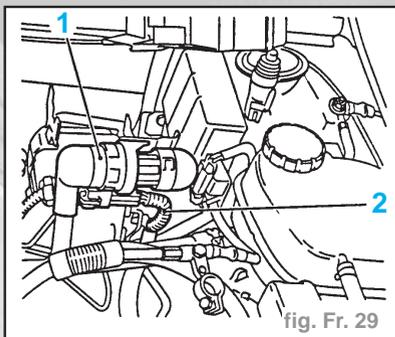

fig. Fr. 29
- Déposer la fiche multiple (1) et la fiche multiple (2) du support porte-relais (fig. Fr. 29).